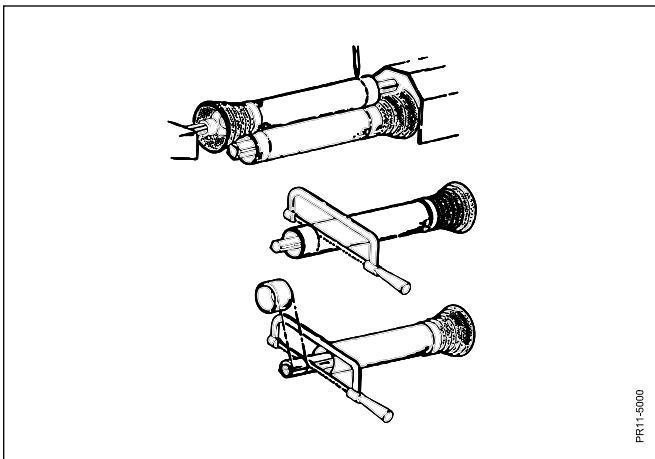

Fig. 2-9
**Fig. 2-9** Fissare le due metà della PDP e, quando sono entrambe in posizione orizzontale, allo stesso livello ed opposte tra loro (la distanza più corta su questa macchina). Tenere le estremità della PDP parallele l'una all'altra e segnare i 30 mm (minimo) di distanza da tenere.